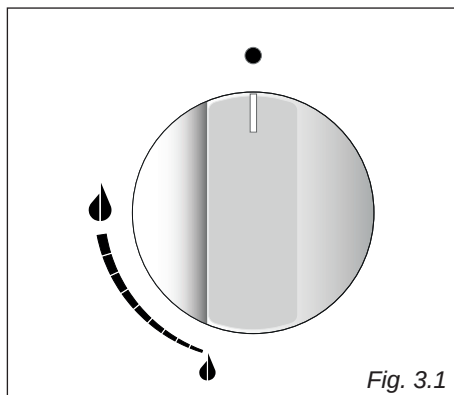

Fig. 3.1
- Svitare le viti di fissaggio della protezione “A” dietro la cucina (fig. 3.1).
- Infilare nel fissacavo “C” il cavo di alimentazione (fig. 3.1) di sezione adeguata come descritto nel capitolo “Sezione del cavo di alimentazione”.
L'afflusso del gas ai bruciatori è regolato da un rubinetto valvolato comandato dalla manopola di fig. 3.1.